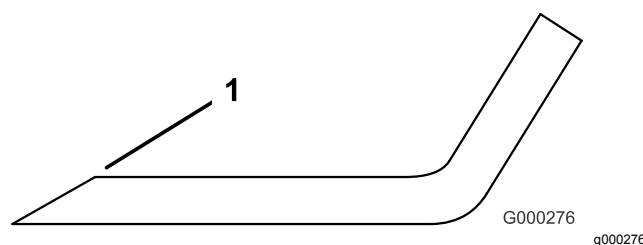

Figura 111
3. Esaminate l'affilatura di tutte le lame e affilate se risultano smussate o scheggiate (Figura 111).
Nota: Affilate soltanto la parte superiore del tagliente e mantenete l'angolo di taglio originale per garantire l'affilatura (Figura 111). La lama rimane bilanciata soltanto se viene rimossa una quantità uguale di metallo da entrambi i taglienti.